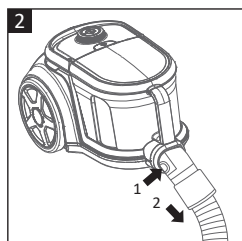

Рис. 2
- Нажмите кнопку разблокировки на горловине всасывающего шланга (6), чтобы разблокировать и снять шланг с пылесоса (**Рис. 2**).